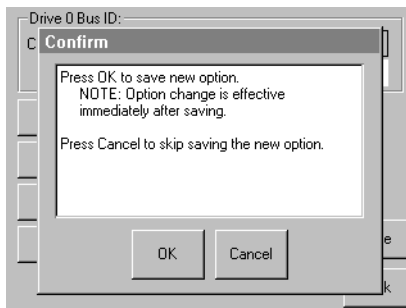

Figura 3-3. Schermata di conferma dell'ID SCSI
- c. Per confermare la richiesta sfiorare l'opzione Save (Salva). Viene visualizzata una schermata di conferma (vedere la Figura 3-3).